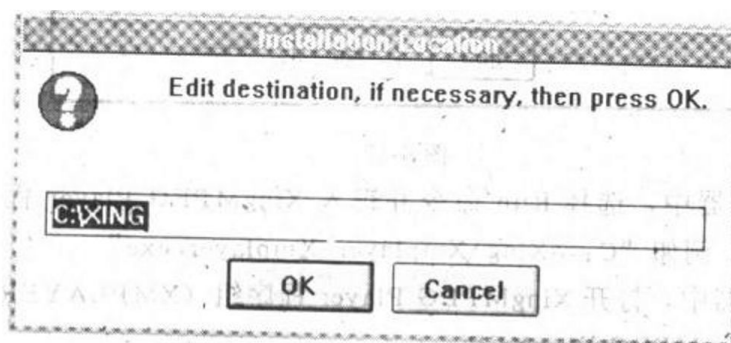

图 6-14
⑦安装程序进一步提问你安装软件的位置，如果需要你可以编辑目标目录，然后按下 OK 键，缺省为 C:\XING (图 6-14)。